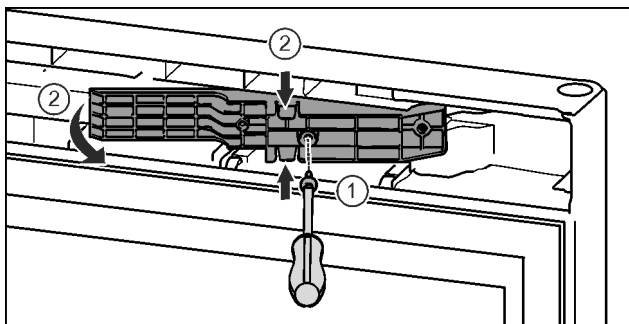

Fig. 14*
- ▶ Отпустить винты отверткой T15. Fig. 14 (1)
- ▶ Извлечь деталь адаптера. Fig. 14 (2)